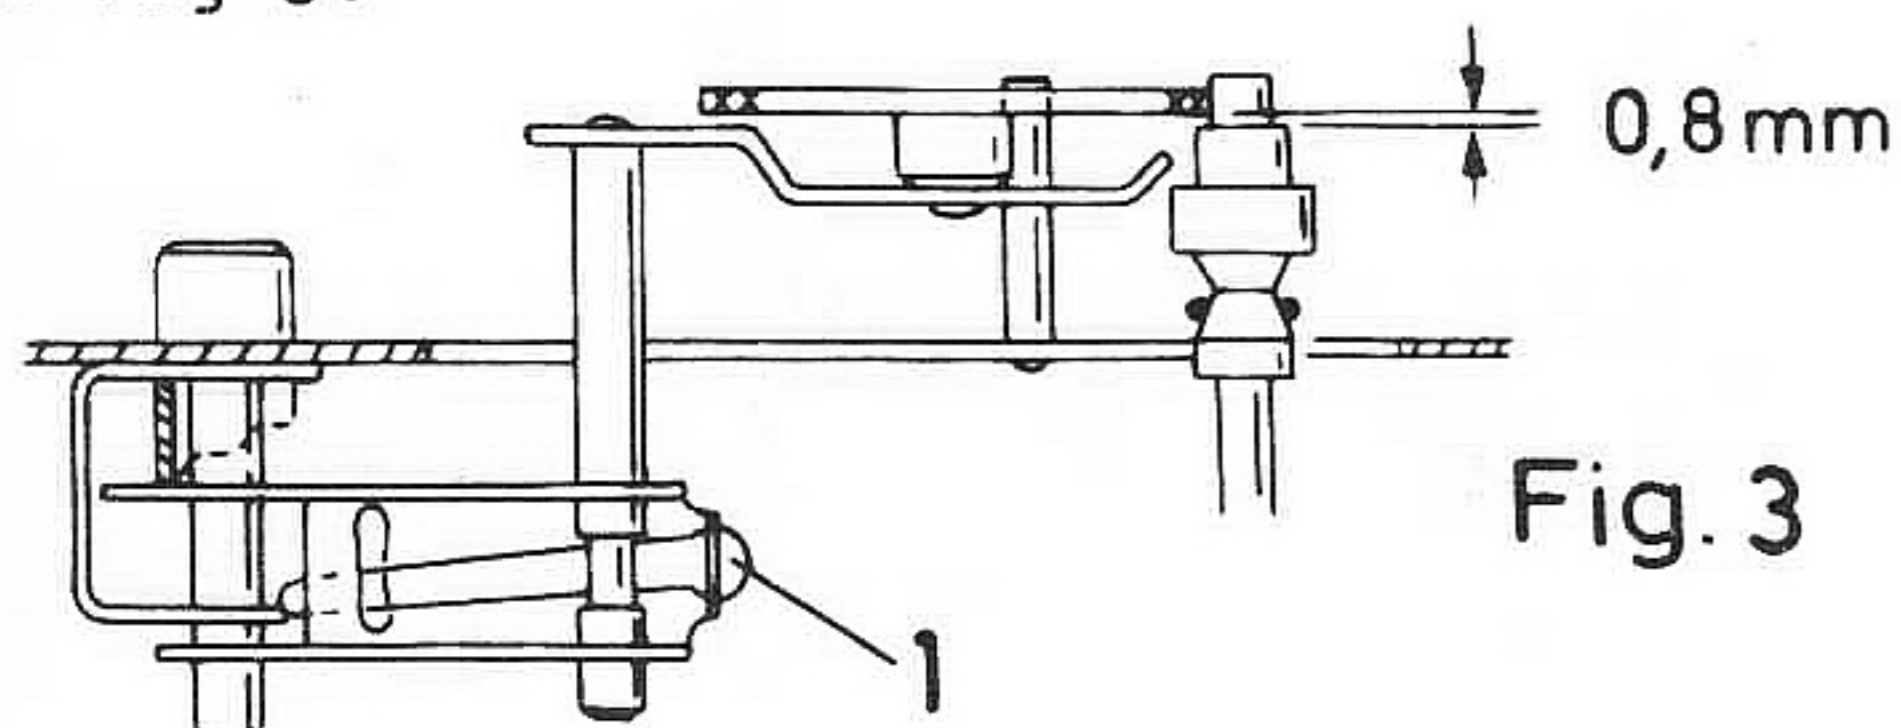

Fig. 3
Hastighetsvariationer kan orsakas av att oplana skivor slirar på varandra. Om det skulle vara så bör skivan spelas ensam eller kan den förses med en bit tape, som frikterar mot den andra skivan. Kontrollera att det ej finns någon olja på motorns drivrulle eller mellanhjulets och skivtallrikens drivande delar, vilket orsakar slirning. Kontrollera även att mellanhjulets höjd är riktigt injusterad för motorns drivrulle så att det ej berör närliggande steg. Justera höjden om så är nödvändigt enl fig 3.
Drivrullen har mycket litet spel till motoraxeln. Om det skulle hända att rullen sitter fast på axeln då man vill byta ut den värm då försiktigt på rullens undre del i omkring 30 sekunder med en liten lödkolv och rullen kommer lätt att gå bort. Använd denna metod även då ny rulle påsättes om det blir nödvändigt, men var försiktig så att inte mellanhjulet eller någon kabel förstörs. Se även till att låsskruvarna är lika hårt dragna. När rullen är på rätt plats skall den ha det förhållande till mellanhjulet, som visas i fig 3.
Mellanhjulets läge justeras genom att justera med stålfjäders (1) fig 3. Hjulet skall justeras mot drivrullen (175) fig 8 för resp hastighet så att klarningen blir enl. fig 3.